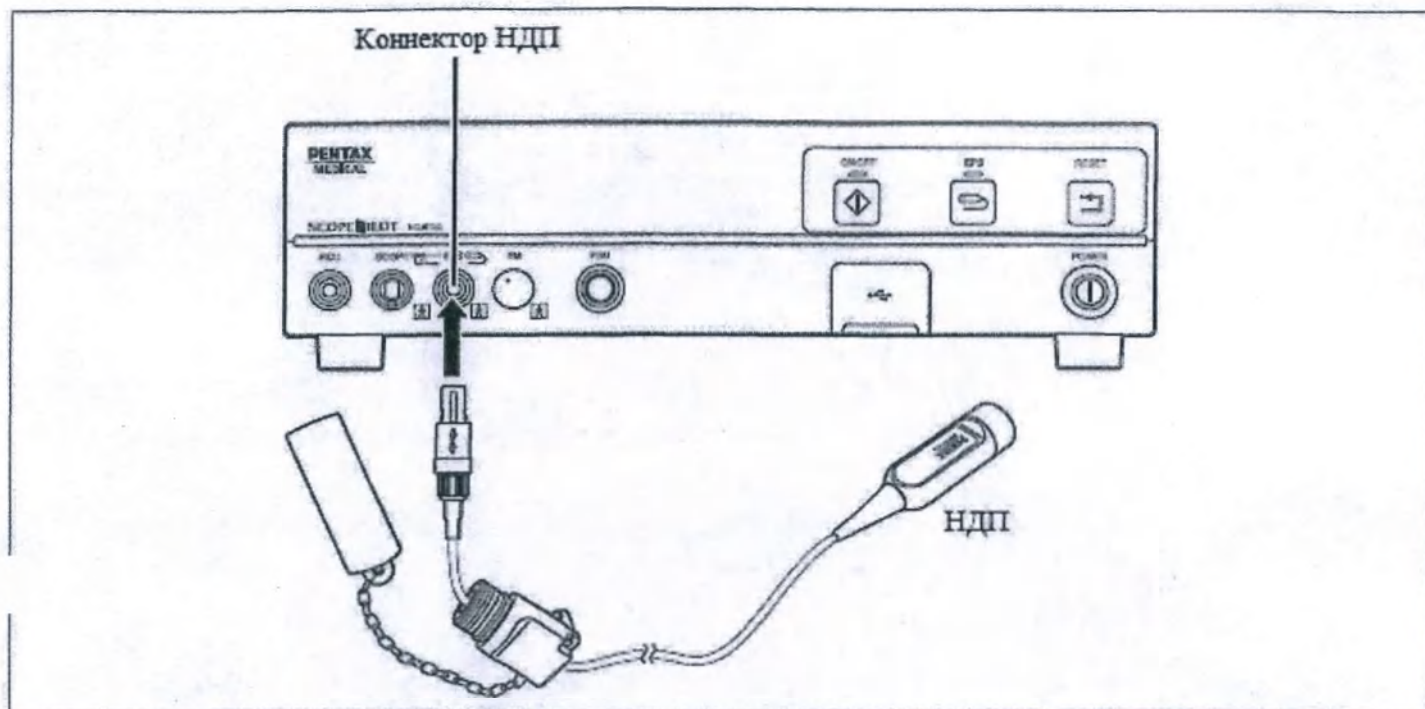

Рисунок 15. Схематические изображения. Подключение НДП к УУН PENTAX Medical NCU-7000.
1. Подсоедините НДП к разъему EPS (НДП) на передней панели УУН (см. рисунок 15).